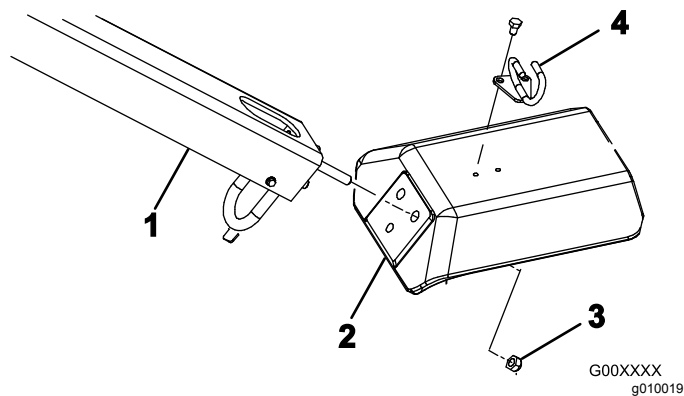

Figura 4
2. Inserite i prigionieri di montaggio dell'impugnatura nei fori della forcella (Figura 4).
3. Fissate i prigionieri dell'impugnatura alla forcella con 3 dadi di bloccaggio (½") (Figura 4)
5. Montate la guida del cavo in cima alla forcella con 2 bulloni (5/16" x ½") (Figura 4)).